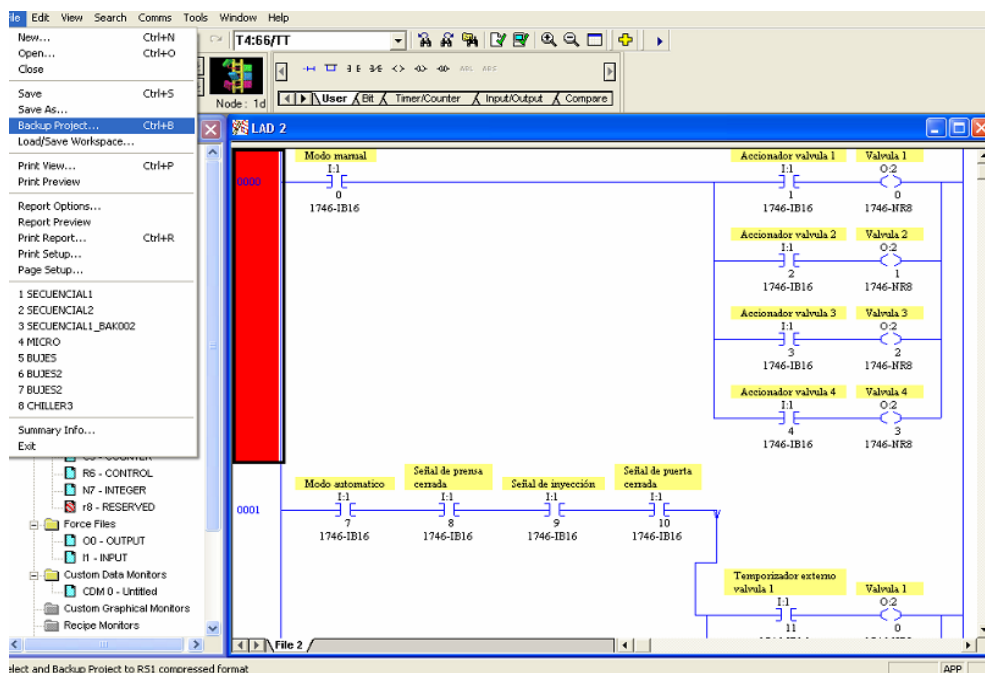

Figura 3.7 Software RSlogix
9. Ejecute el programa RS logix 500, en el menú “Offline” seleccione “Up load”. Se cargará en la computadora el programa que contiene el PLC. Figura 3.7.